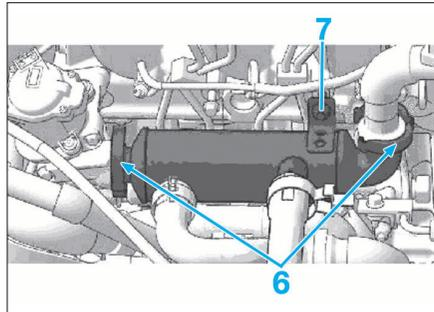

FIG. 45
- les vis (1), (2) et (5).
- le collier de la vanne EGR (6).
- le tube de connexion EGR (3).
- Les fixations (6) et (7) (Fig.45).